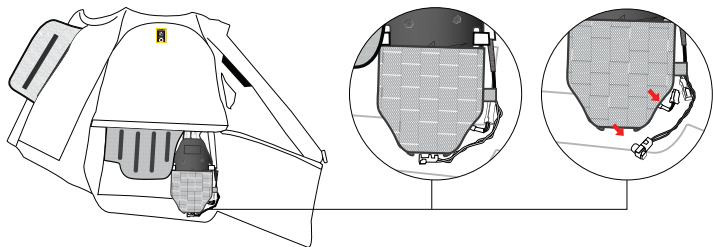

図12
2. インフレーターハウジング(4)にアクセスし、インフレーターをバッテリーとスキューブコネクタに繋げていたケーブルを外します (図12)。